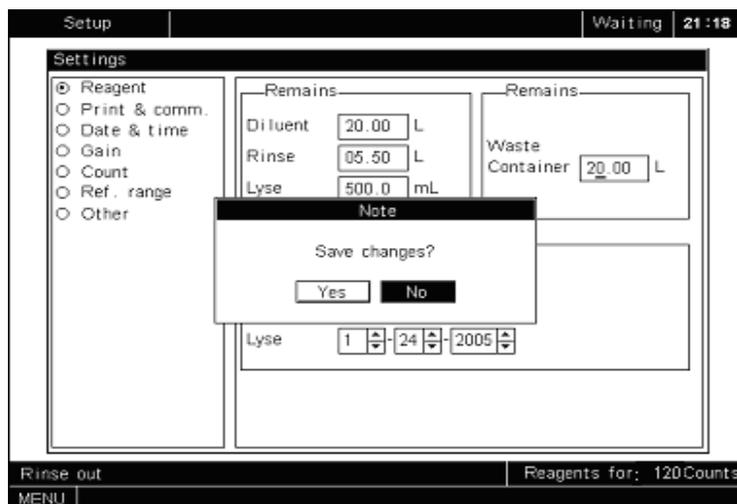

Рисунок 5-8 Сохранение изменений
2. Нажмите [MENU] и высветится сообщение, которое предложит Вам сохранить настройки, как показано на рис. 5-8. Нажмите **“Yes”**(да), чтобы сохранить настройки и вернуться в системное меню; или нажмите **“No”**(нет), чтобы выйти в системное меню без сохранения.